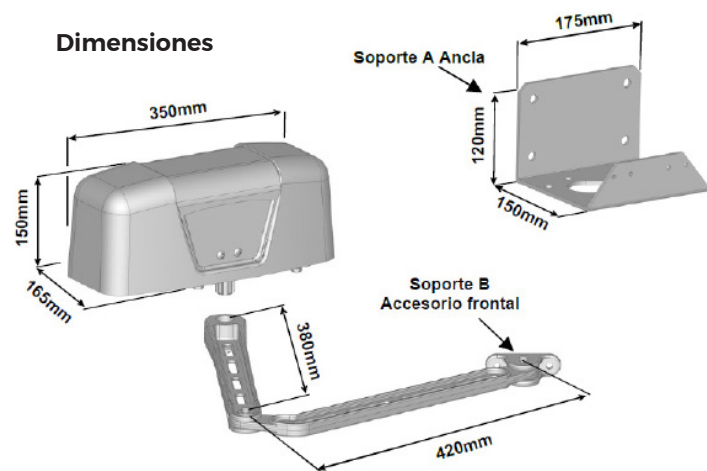

Fig.1
1.-Retire la tapa de plástico, Fig. 1.